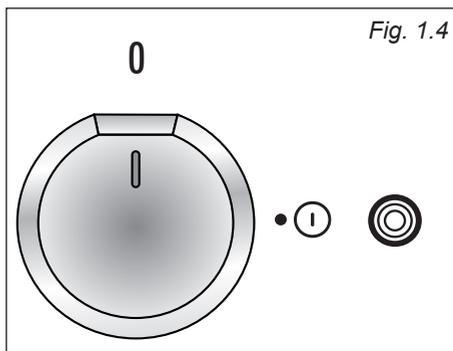

Fig. 1.4
- Ruotare la manopola dell'interruttore nella posizione ON (fig. 1.4); si accende la spia di linea